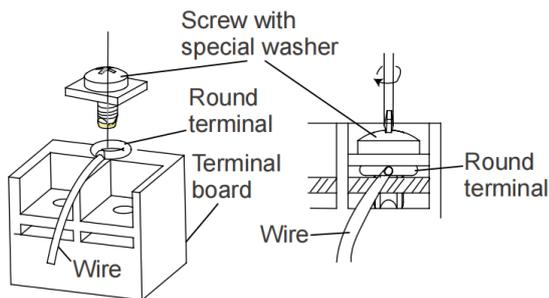

Fig.14
4). Posizionare il filo del terminale rotondo e sostituire e serrare la vite del terminale con un cacciavite. (Fig.14)